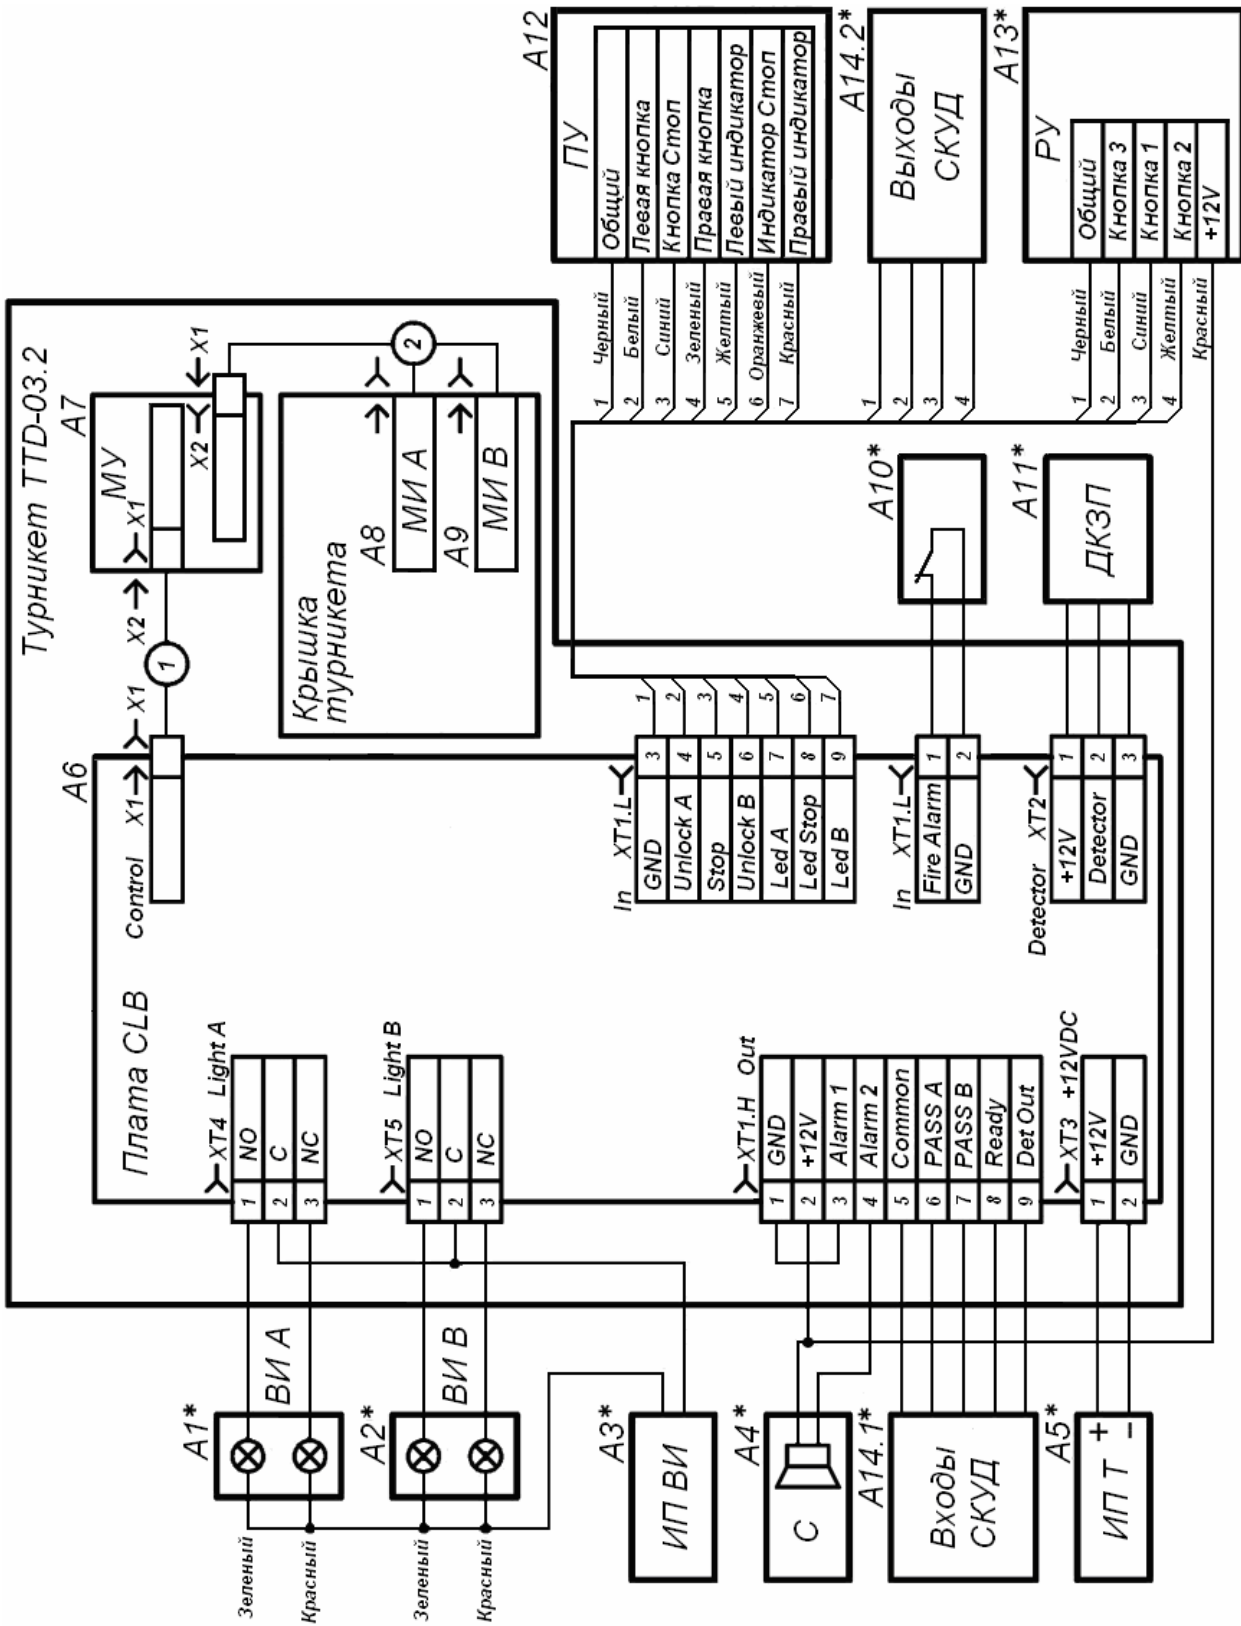

Рисунок 4 Схема электрическая соединений²
5.2.3 ПДУ / устройство РУ / контроллер СКУД (12) и источник питания турникета (11) подключаются к плате CLB кабелями (13 и 14) в соответствии со схемой электрической соединений (см. рис. 4).